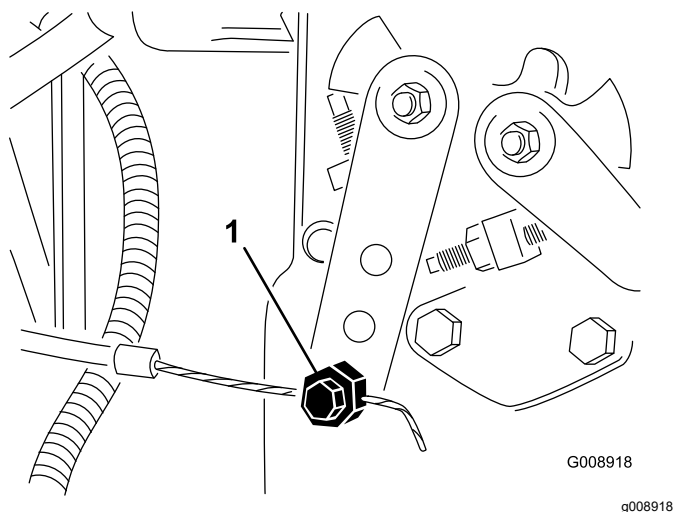

Figure 81
4. Desserrez le connecteur du câble d'accélérateur sur le bras du levier de la pompe d'injection (Figure 81).